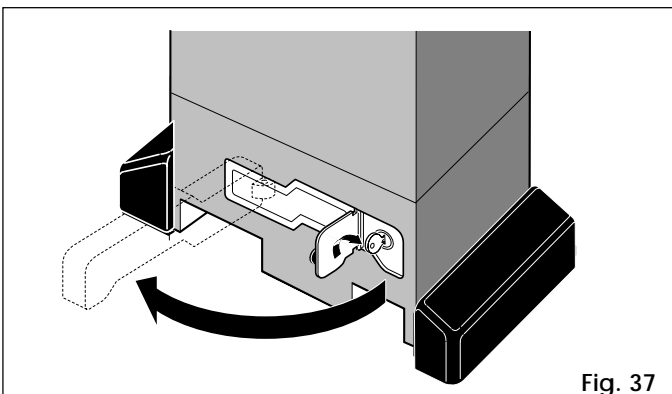

Fig. 37
- 2) Girar la llave hacia la derecha y tirar de la palanca de desbloqueo como se ilustra en la Fig. 37.